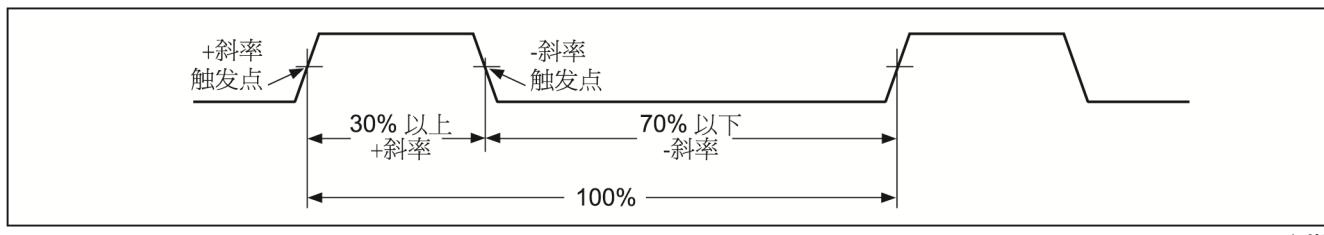

图 9. 占空系数测量的组成
要测量频率，请把产品连接到信号输出位置。然后按下 **Hz %**。按下  键可以在显示屏左侧显示的符号 (+ 和 -) 之间切换，以切换触发斜率（请参阅“占空系数测量”一节中的图 9）。按 **AutoHOLD** 键停止或启动计数器。
占空系数（或负载因数）是在一个周期内信号在触发电平以上或以下的时间百分比（如图 9 所示）。占空系数模式的最佳应用是测量逻辑和开关信号的通断时间。电子燃油喷射系统和交换式电源供应系统等均通过宽度不同的脉冲进行控制，可以用占空系数测量。
2. 再次按 **[Hz %]** 测量信号的占空系数。按 **[■■]** 来选择测量信号的正或负脉冲，请参阅图 9